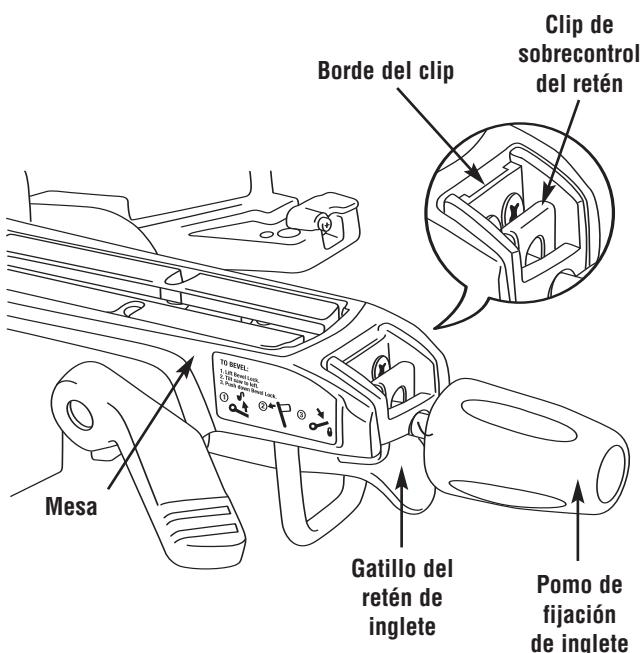

Figura 23. Sobrecontrol del retén
2. Empuje el clip de sobrecontrol del retén hacia adelante y acópelo en su sitio sobre el borde. Suelte el gatillo del retén de inglete (Figura 23).